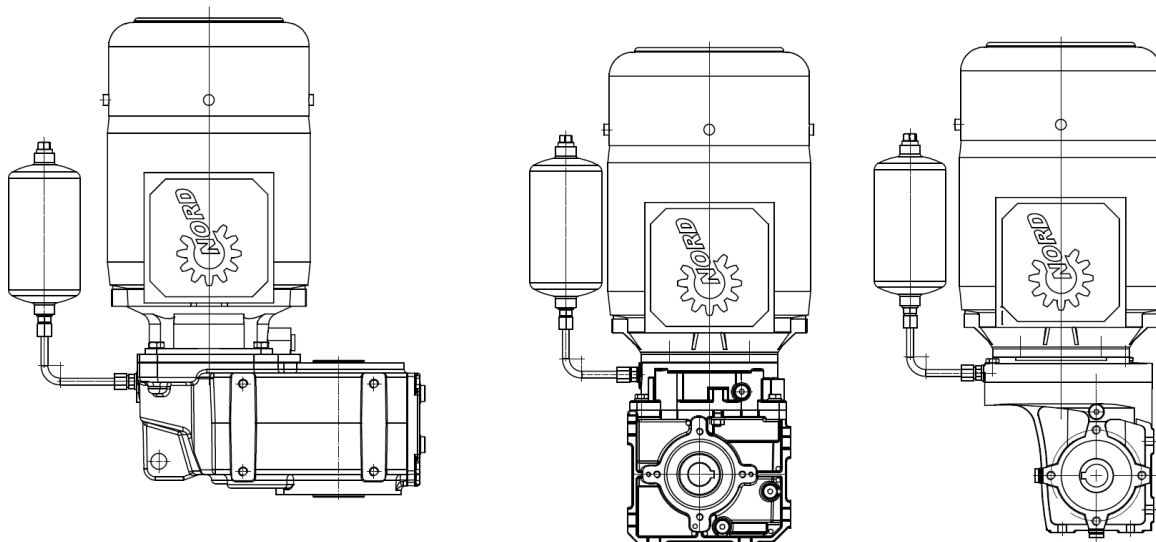

Figur 18: Plassering av oljeekspansjonstanken
Oljeekspansjonstanken må monteres vertikalt med tilkoblingsledningen nedover og lufteskruen oppover. Tanken skal monteres så høyt som mulig. Se forslag til plassering av oljeekspansjonstanken her Figur 18. Vær oppmerksom på at med M4-konstruksjonen med koblingsboksen i posisjon 2 er det ikke mulig å montere oljeekspansjonstanken.
2. Installer oljeekspansjonstanken i samsvar med Figur 18. Juster den parallelt med motorakselen.